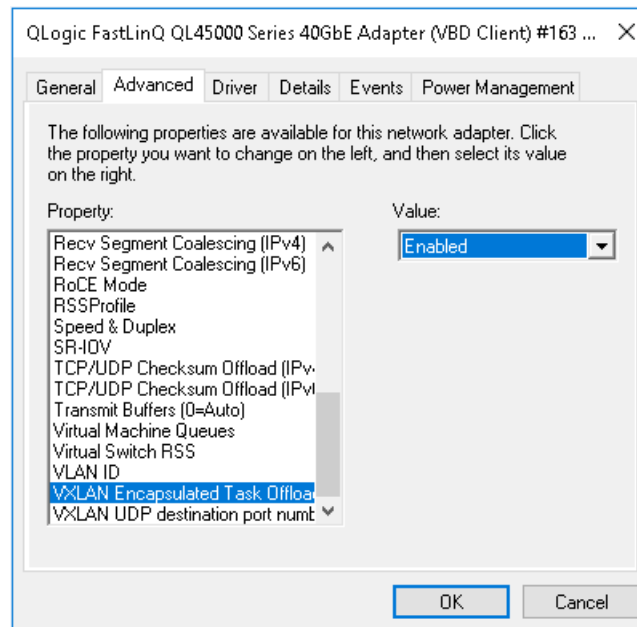

Figure 9-16. Propriétés avancées : Activation de VXLAN
2. Sur la page Propriétés avancées (Figure 9-16), sous **Property** (Propriété), sélectionnez **VXLAN Encapsulated Task Offload** (Déchargement de tâches d'encapsulation VXLAN).